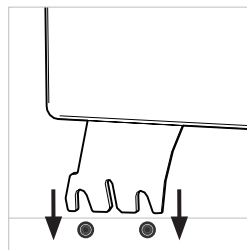

Fig. 3
- Inserire l'unità coprilama della sega da banco (Fig. 3)